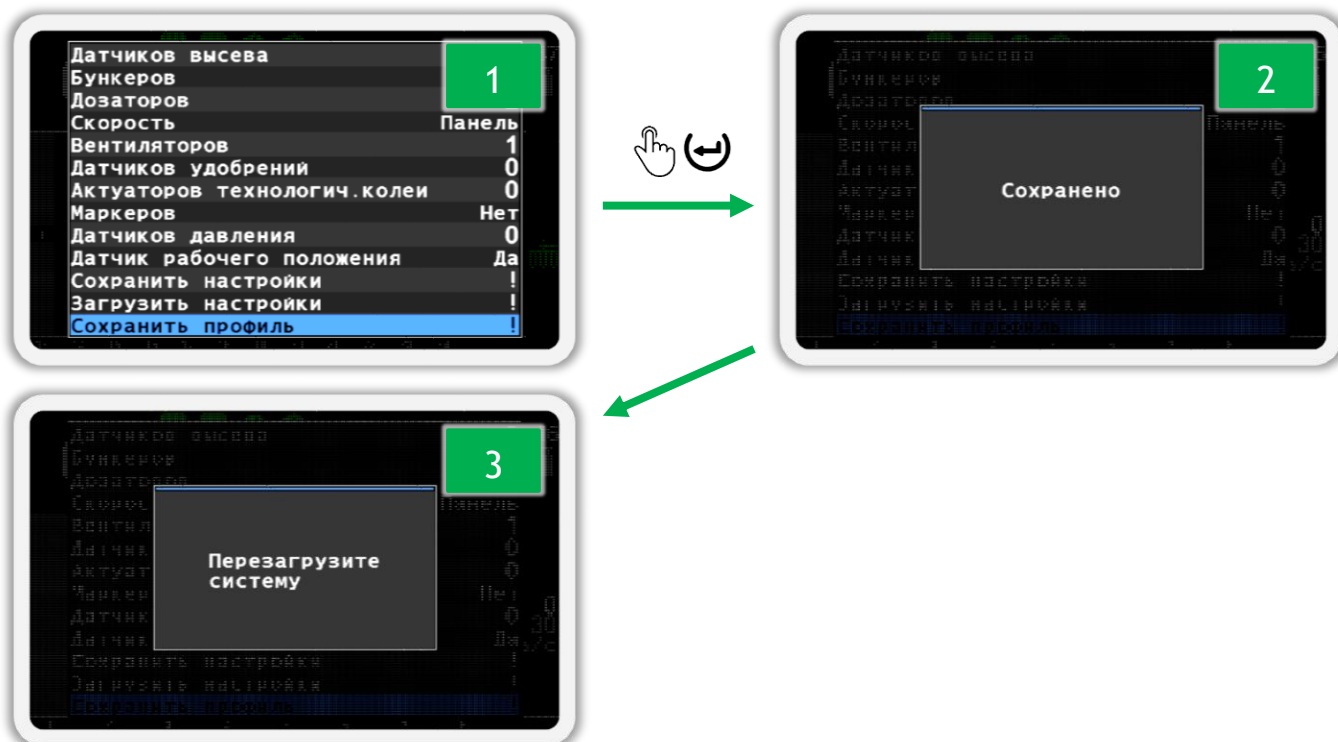

Рисунок 56
5. После того, как вы настроите параметры профиля панели оператора в соответствии с комплектацией вашей системы, перейдите к пункту меню  «Сохранить профиль» (см. Рисунок 56 п.1) и нажмите кнопку  «Меню». Если все настроено правильно, то в результате вы увидите первое сообщение «Сохранено» (см. Рисунок 56 п.2), а следом за ним сообщение «Перезагрузите систему» (см. Рисунок 56 п.3).